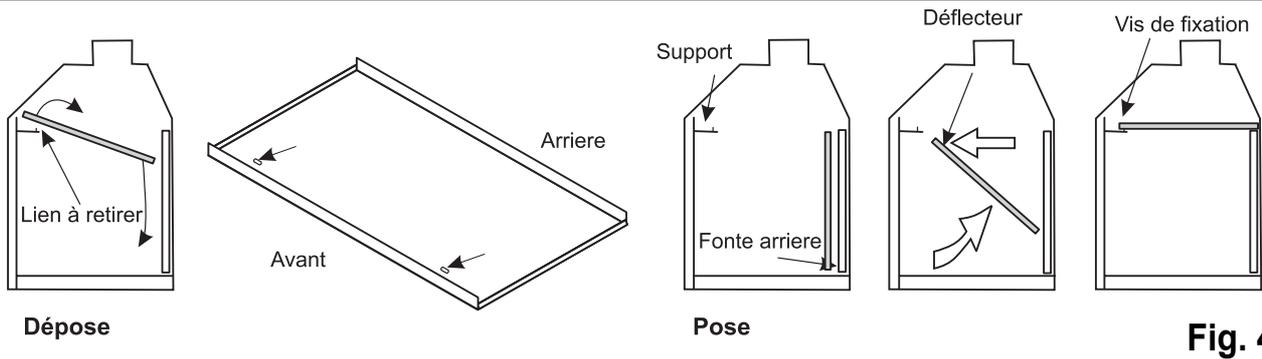

Fig. 4.8
2. Relever et basculer le déflecteur, le retirer vers l'avant (cf fig. 4.8).